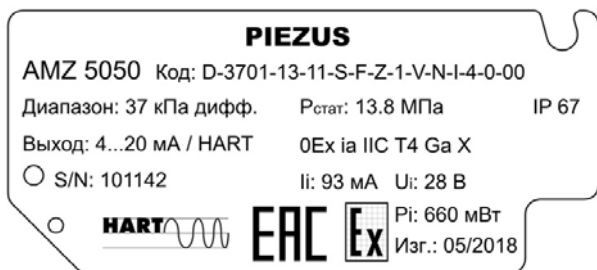

Рисунок 9.1 – Маркировка основных технических параметров (маркировка может отличаться от представленной на рисунке по усмотрению производителя).
9.1 Изделие может быть идентифицировано по его производственной маркировке. Маркировка выполнена в виде наклейки и содержит (рисунок 9.1):